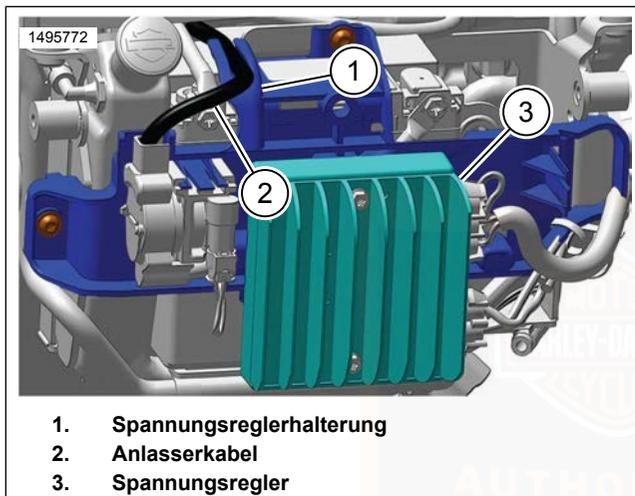

Abbildung 76. Negative Kabelhalterung
- a. Siehe Abbildung 76. Das Anlasserkabel (2) in der Halterung (1) verlegen.